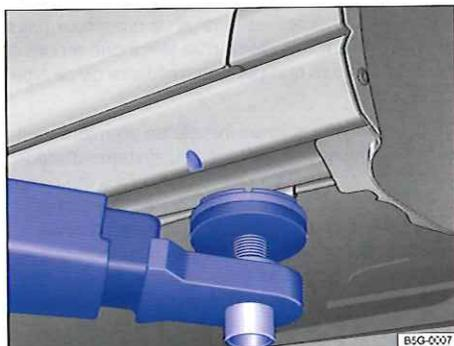
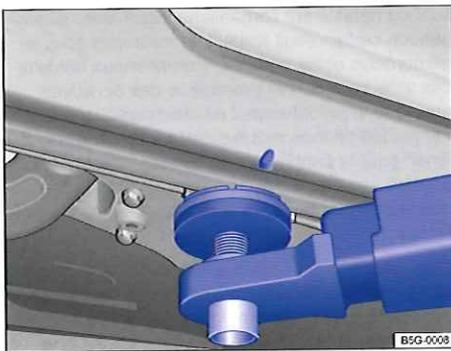

Fig. 223 Point de prise à l'avant pour le levage du véhicule avec le pont élévateur ou le cric
Fig. 224 Point de prise à l'arrière pour le levage du véhicule avec le pont élévateur ou le cric
Le véhicule ne doit être soulevé qu'aux points de prise indiqués sur les figures  $\Rightarrow$  fig. 223 et  $\Rightarrow$  fig. 224. Si le véhicule n'est pas soulevé aux points de prise indiqués sur les figures, il peut s'en suivre des dommages sur le véhicule  $\Rightarrow$   ainsi que des blessures graves  $\Rightarrow$  .
- Ne soulevez le véhicule qu'aux points indiqués sur les figures  $\Rightarrow$  fig. 223 et  $\Rightarrow$  fig. 224. Si le véhicule n'est pas soulevé aux points de prise indiqués, il peut tomber du pont élévateur, par ex. lors de la dépose du moteur ou de la boîte de vitesses.